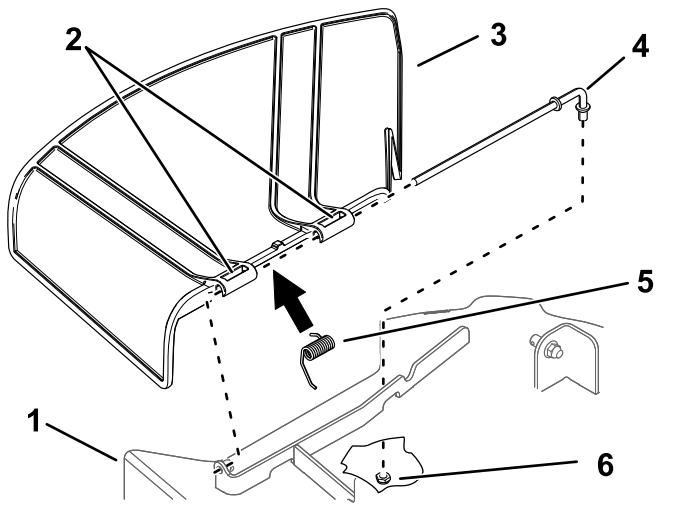

Figura 71
1. Retire la tuerca ($\frac{3}{8}$ " de la varilla (debajo del cortacésped) (Figura 71).
- Retire la varilla del espaciador corto, del muelle y del deflector de hierba (Figura 71).
- Instale el deflector de hierba nuevo (Figura 71).
- Deslice la varilla por el segundo soporte del deflector de hierba (Figura 71).
- Sujete el extremo trasero de la varilla al cortacésped con una tuerca ($\frac{3}{8}$ "), según se muestra en Figura 71.